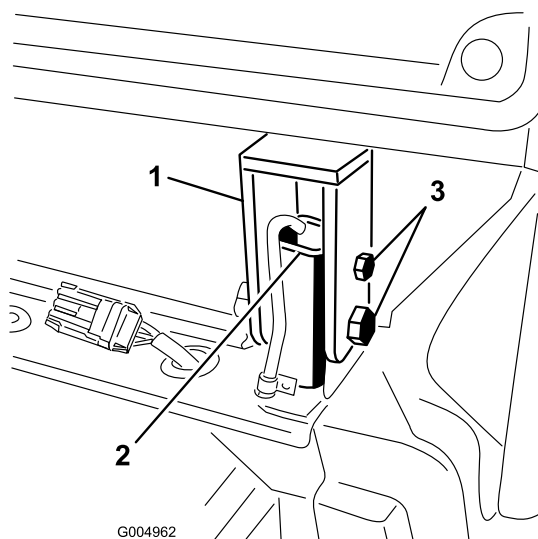

Figure 26
12. Serrez les boulons et écrous pour fixer les supports arrière de la cabine aux montants du système ROPS (Figure 26). Ajustez le cric si les boulons coincent et sont difficiles à retirer.